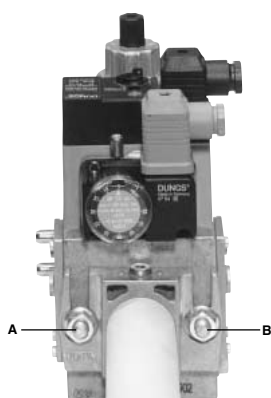
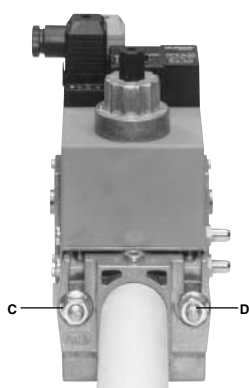

Fig. 23
Fig. 24
3. Ziehen Sie die Schrauben A, B, C und D an (Fig. 23 - Fig. 24) und achten Sie dabei auf die Montagepositionen (Fig. 26);
- 1 Lösen Sie die Schrauben A und B, ohne sie herauszudrehen (Fig. 23 und Fig. 24).
- 2 Lösen Sie die Schrauben C und D (Fig. 23 und Fig. 24).